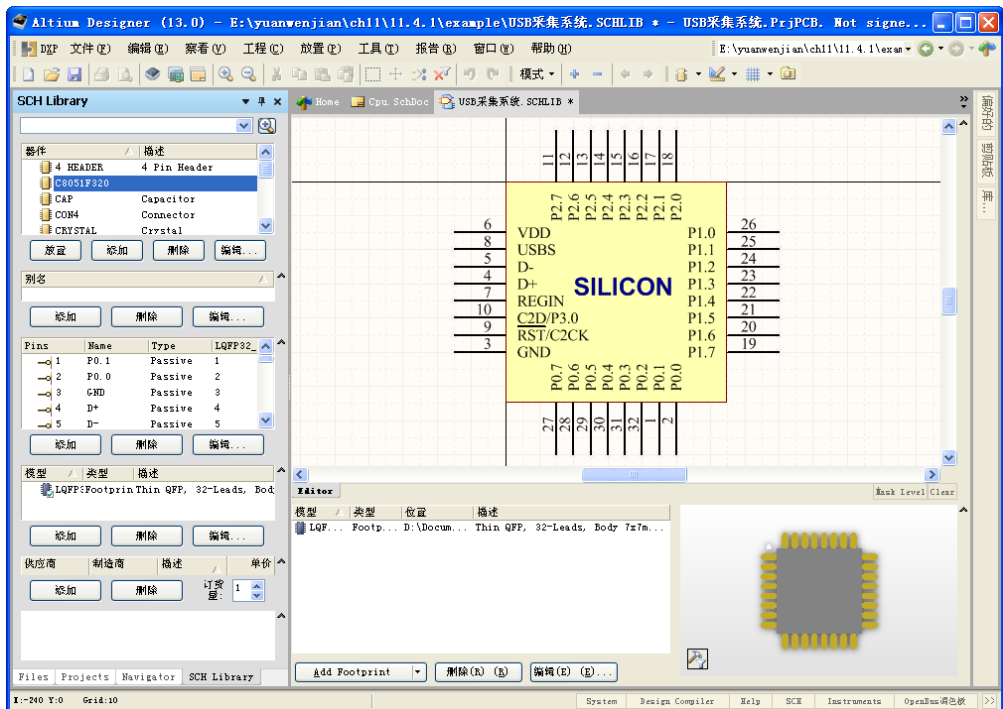

图 11-47 原理图元件库文件编辑环境
Step3 单击“OK（确定）”按钮，关闭该对话框，系统自动切换到原理图元件库文件编辑环境，如图 11-47 所示。在“Projects（工程）”面板的 Source Documents 文件夹中，已经建立了含有 14 个库元件的原理图项目元件库“USB 采集系统.SchLib”。